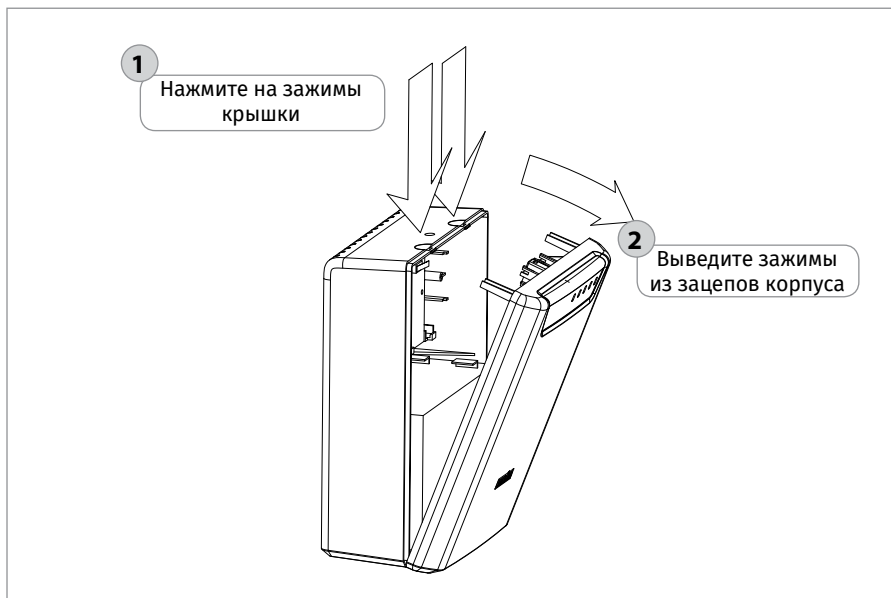

Рисунок 31. Снятие крышки
3. Снимите крышку в порядке, указанном на Рисунок 31.